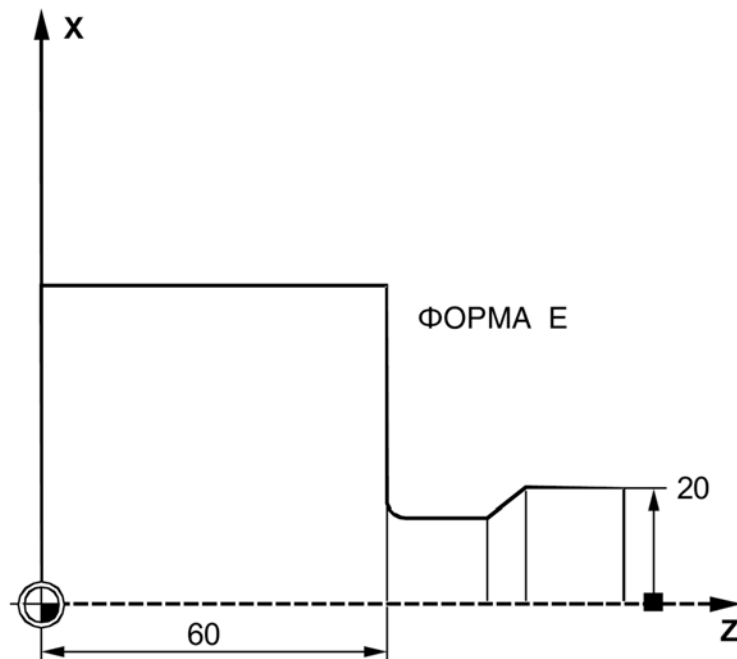

Рисунок 4.9 – Пример обработки CYCLE94
**Пример программирования цикла CYCLE94 (рисунок 4.9).**